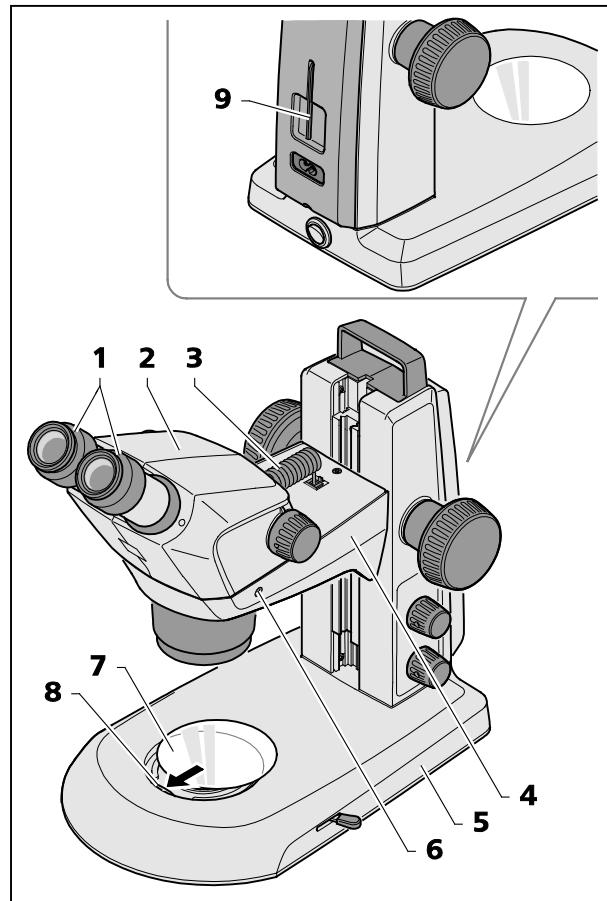

Fig. 10 Assemblage du stéréomicroscope
- Si le corps du microscope Stemi 305 (Fig. 10/2) n'est pas encore monté, insérez-le dans le support (Fig. 10/4), alignez-le correctement et immobilisez-le avec la vis de serrage (Fig. 10/6). La clé Allen adéquate (Fig. 10/9) se trouve au dos de l'appareil.
- Si les deux oculaires (Fig. 10/1) ne sont pas encore montés, introduisez-les jusqu'en butée dans les tubes porte-oculaire.
- Enfichez le câble de raccordement (Fig. 10/3) d'un côté dans la prise située sur le corps de microscope et de l'autre dans la prise située sur le support du microscope.
- Posez l'insert de platine en verre ou l'insert de platine en matière plastique n/b (Fig. 10/7) dans le logement prévu à cet effet dans le pied du statif. Repoussez le ressort (Fig. 10/8) avec l'insert de platine afin de mettre ce dernier à plat dans le logement.